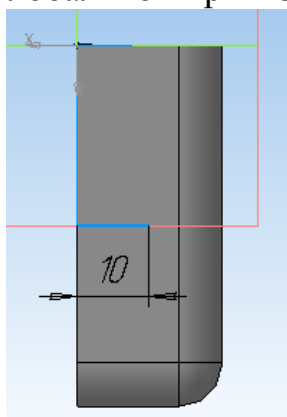

Рис. 9.
23. Проставьте линейный размер на отрезок. После указания положения размерной линии в диалоге установите значение размера 10 мм (рис. 9).